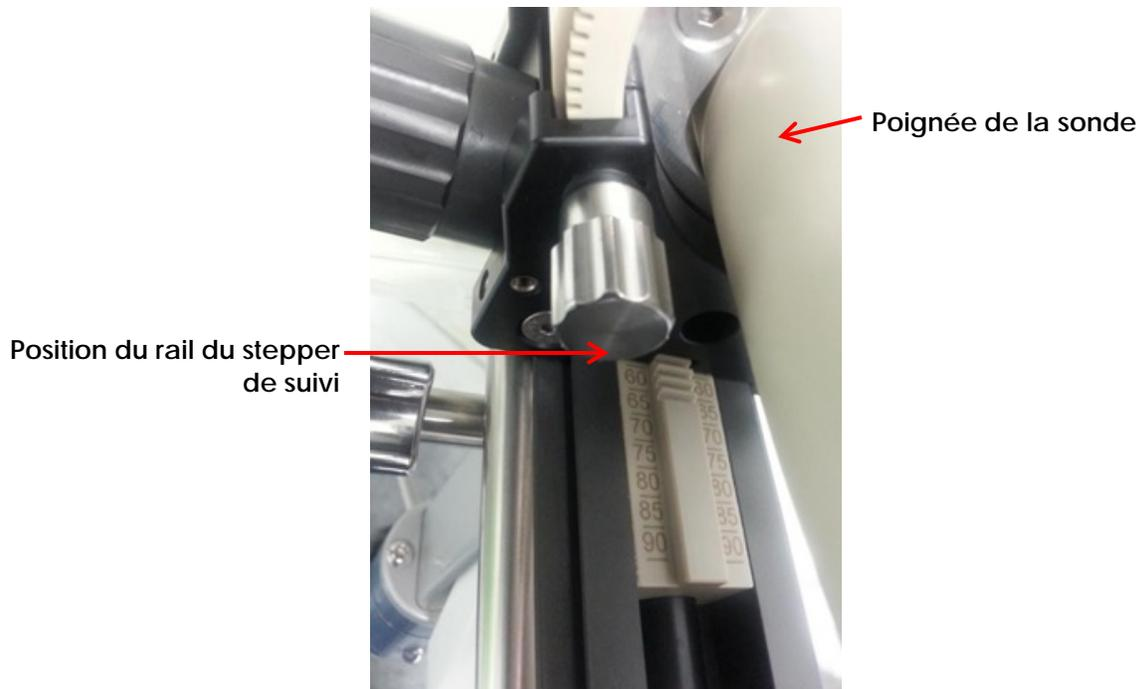

Figure 40 : Position du rail du stepper de suivi
3. Faire avancer la sonde le long du *rail du stepper de suivi* jusqu'au point indiqué dans la Figure 40.